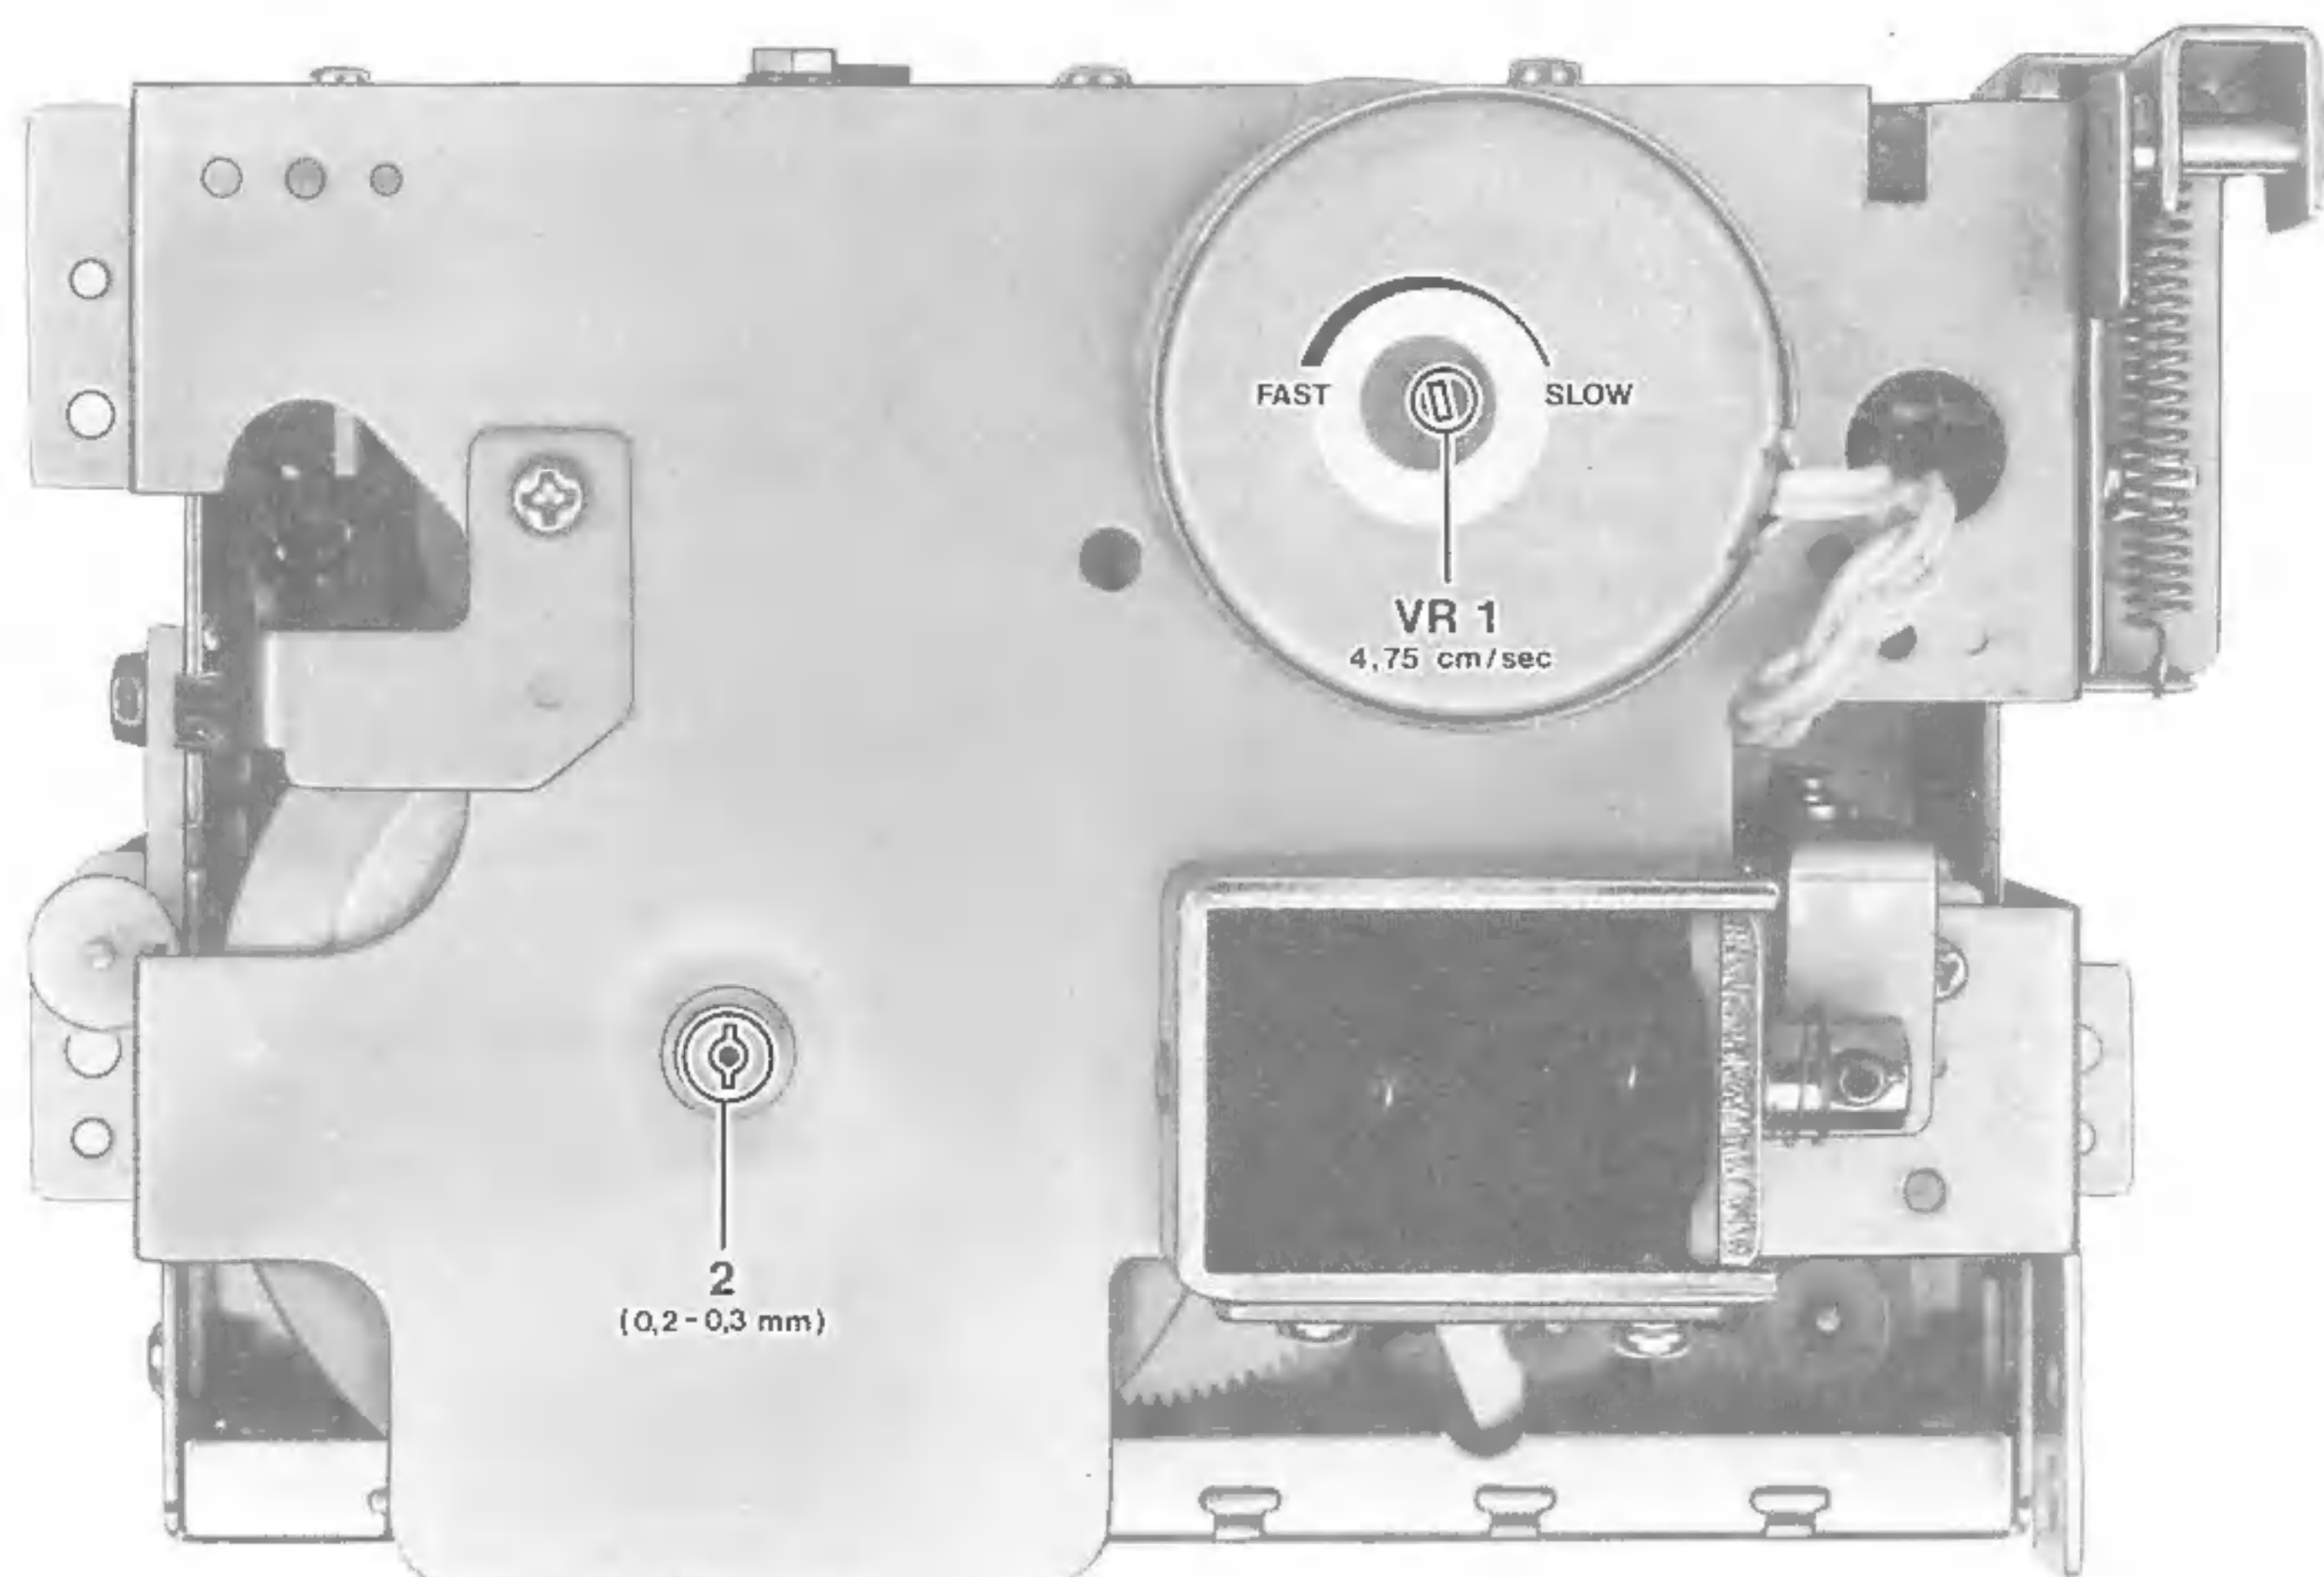

Fig. 1
Die Lagerschraube 2, Fig. 1, ist so einzustellen, daß das axiale Spiel der Capstanwelle 0,2–0,3 mm beträgt. Nach dem Einstellen mit Sicherungslack festlegen.
Bearing bolt 2, Fig. 1, has to be adjusted such that the axial clearance of the capstan shaft is 0.2–0.3 mm. Secure the clearance adjustment by means of securing varnish.
- d) Mit dem im Motor befindlichen Potentiometer VR1 (siehe Fig. 1) die Sollgeschwindigkeit von 4,75 cm/sec einstellen. Die Drift darf hierbei $\pm 1\%$, die Tonhöhen-schwankung (Flutter) $\pm 0,15\%$ betragen.
- d) Adjust the nominal speed of 4.75 cm/sec by means of the potentiometer VR1 (see Fig. 1) in the motor. In this connection a drift of $\pm 1\%$ and a flutter of 0.15% is acceptable.